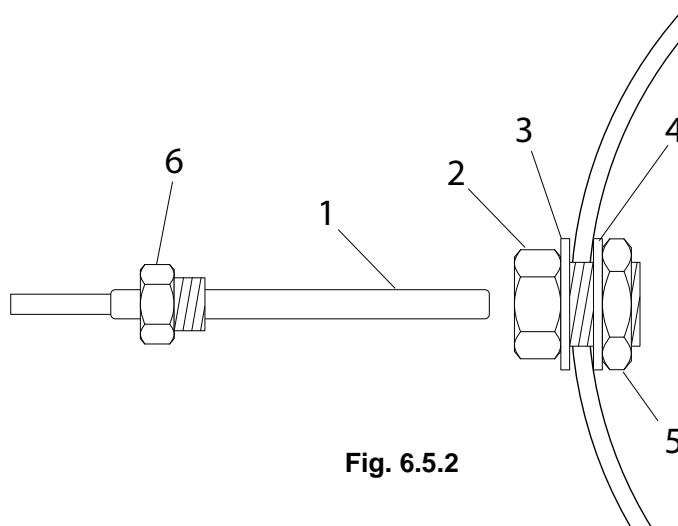

Fig. 6.5.2
- 2) inserire sul tubo il supporto sonda (2) con la rondella (3) (Fig. 6.5.2);
- 3) dalla parte interna del tubo posizionare la rondella (4) ed avvitare il dado (5) sul supporto (2);
- 4) inserire la sonda (1) nel ferma-sonda (6);
- 5) inserire la sonda (1) nel supporto (2) e bloccarla avvitando il ferma-sonda (6) tenendo fermo il supporto (2).